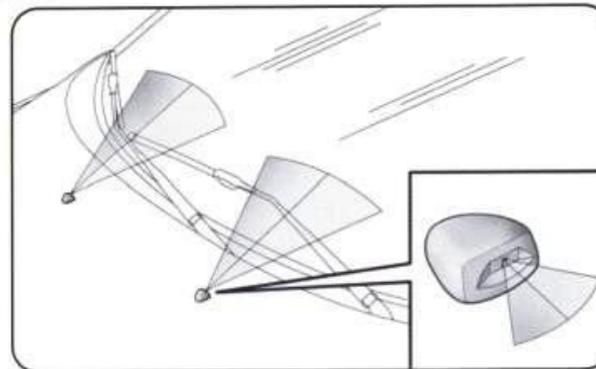

рис. 7
**ФОРСУНКИ ОМЫВАТЕЛЯ****Омыватель ветрового стекла (рис. 7)**